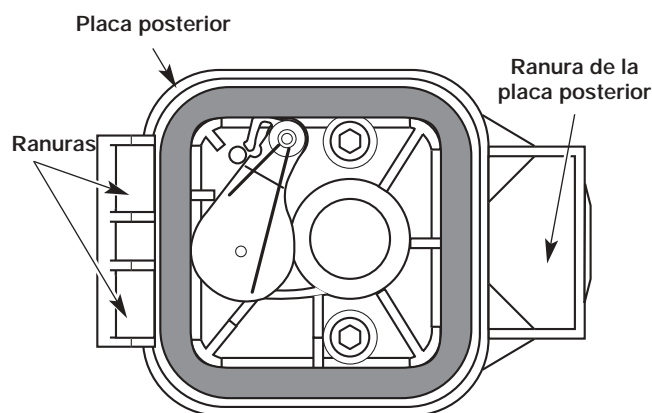

Fig. 65
6. Vuelva a colocar el filtro (Fig. 65).
7. Vuelva a instalar la cubierta del filtro de aire. Coloque los ganchos del lado izquierdo de la cubierta del filtro de aire en las ranuras del lado izquierdo de la placa posterior (Fig. 65).
8. Mueva la cubierta hacia la derecha hasta que la orejeta del filtro de aire calce en su lugar en la ranura de la placa posterior (Fig. 65).